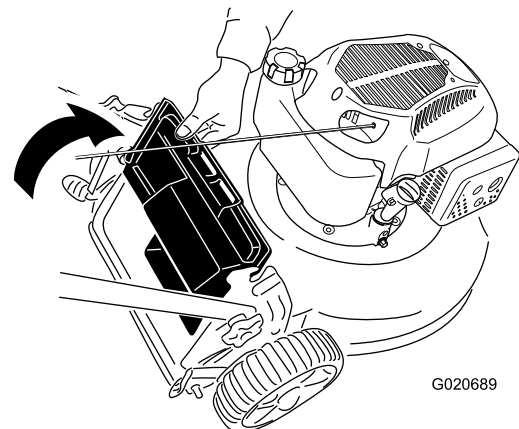

Figura 22
2. Levante el deflector trasero y sujételo (Figura 22).